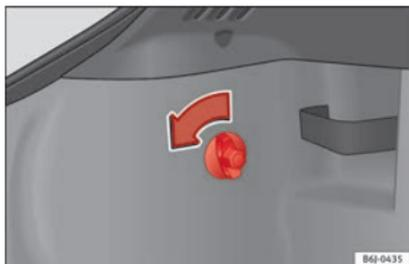

Fig. 105 Acesso aos farolins traseiros.
- Rode o parafuso no sentido da seta com a mão ou com a ajuda de uma chave de parafusos »» **Fig. 105**.
- Retire o conector do alojamento **A** »» **Fig. 105**.